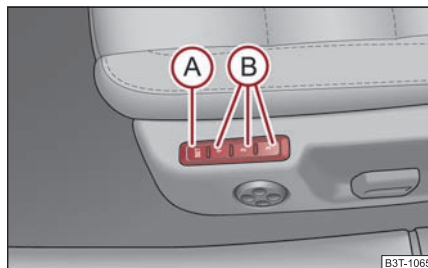

Fig. 80 Siège du conducteur: Touches de mémorisation et touche SET
- Appuyez sur la touche **SET (A)** ⇒ fig. 80.
Le système Memory vous permet de mémoriser la position choisie par le conducteur pour les sièges et les rétroviseurs extérieurs. Chacune des trois touches de mémorisation **(B)** ⇒ page 82, fig. 80 correspond à une position différente, donc trois au total. Après une pression sur la touche de mémorisation **(B)** voulue, le siège et les rétroviseurs extérieurs se mettent automatiquement sur les positions affectées à cette touche ⇒ page 84.
- **Appel automatique par effleurement:** Appuyez brièvement sur la touche de mémorisation **(B)** ⇒ page 82, fig. 80 voulue. Le siège et les rétroviseurs extérieurs se placent automatiquement sur les positions mémorisées (mais seulement si le contact a été mis et si la vitesse est inférieure à 5 km/h).